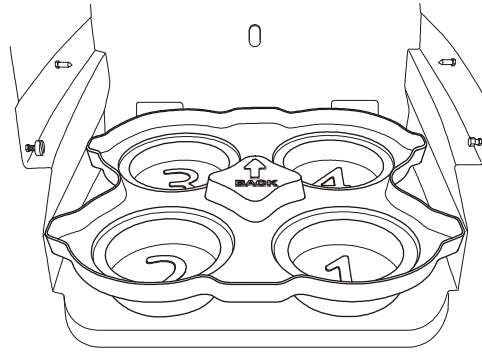

Figure 2-4 Installation de l'embase de positionnement
1. Installez l'embase dans le fond du compartiment réfrigéré (Figure 2-4). Notez que la flèche doit pointer vers l'arrière du réfrigérateur.